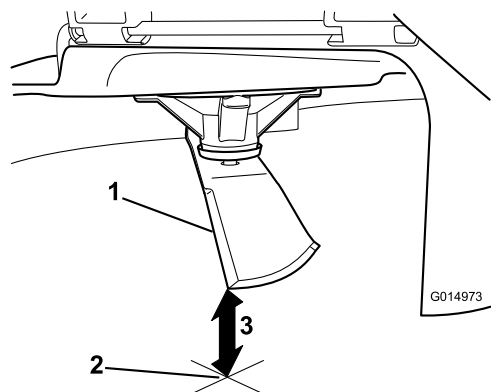

Figura 66
5. Misurate dalla punta della lama alla superficie piana (Figura 66).